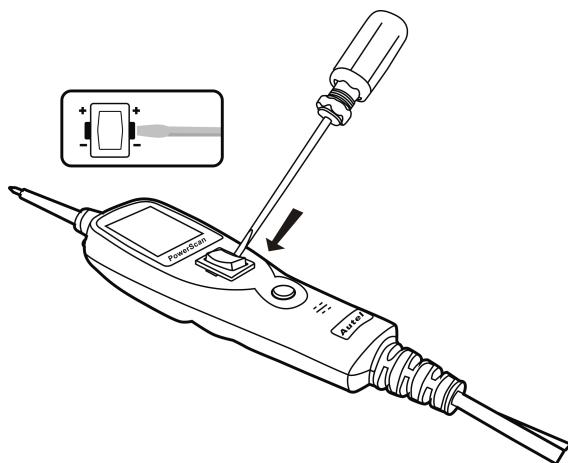

Bild 15
- Entfernen Sie den abgenutzten Schalter mit einem Nageleisen. Gehen Sie vorsichtig vor und wenden Sie keine Gewalt an. (Bild 15)